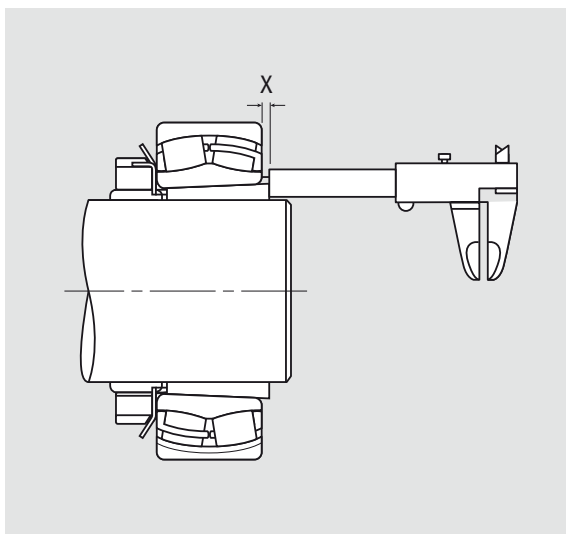

Abb. 3
5. Abstand „X“ (siehe **Abb. 3**) messen.